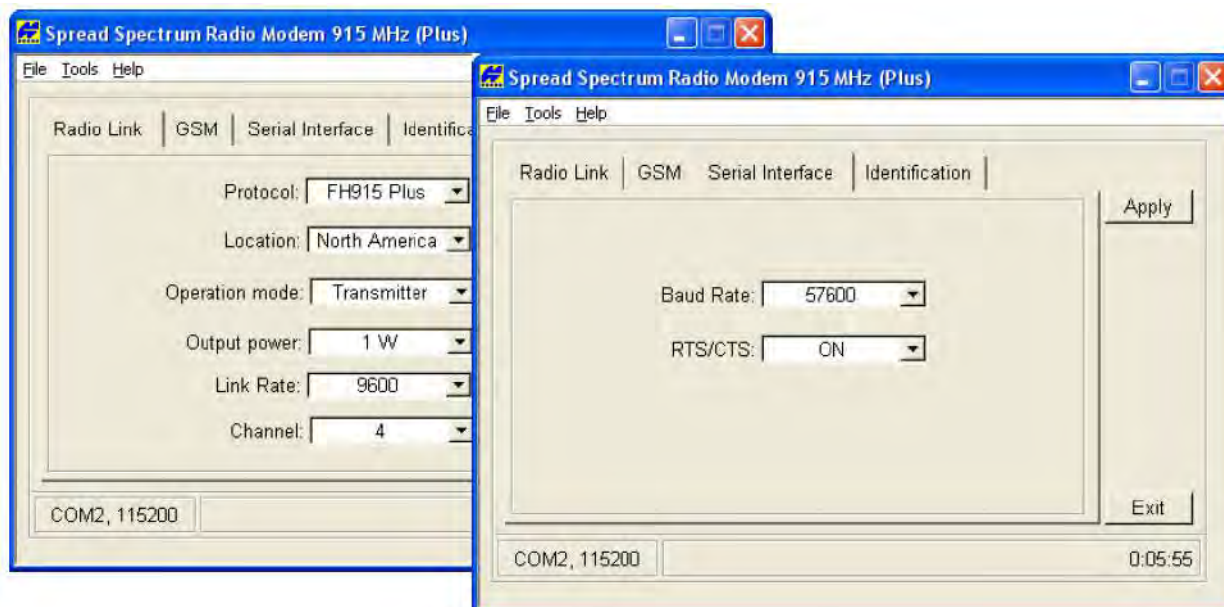

Рисунок 3-2. Подтверждение параметров радиосвязи и скорости передачи
3. Во вкладке *Radio Link* (*Радиоканал*) установите перечисленные ниже параметры (см. таблицу 3-1) и щелкните на кнопке *Apply* (*Применить*) (см. рис. 3-2 на стр. 3-6).
- Во вкладке *Serial Interface (Последовательный интерфейс)* выберите перечисленные ниже параметры скорости передачи и щелкните на кнопке *Apply (Применить)* (см. рис. 3-2).